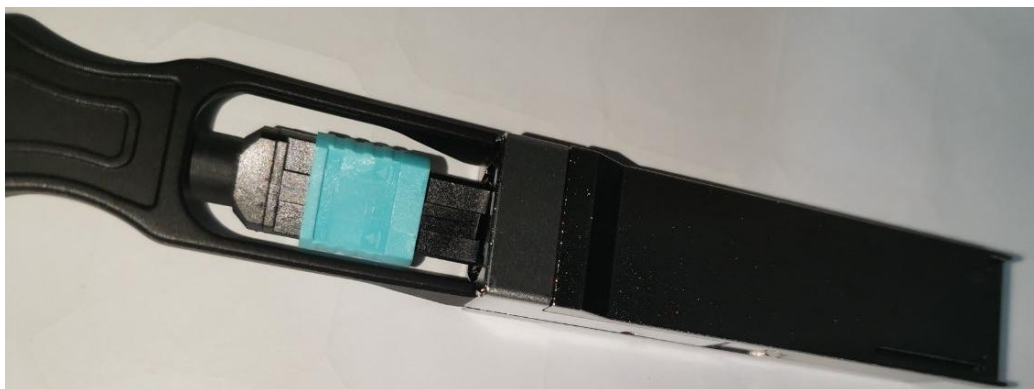
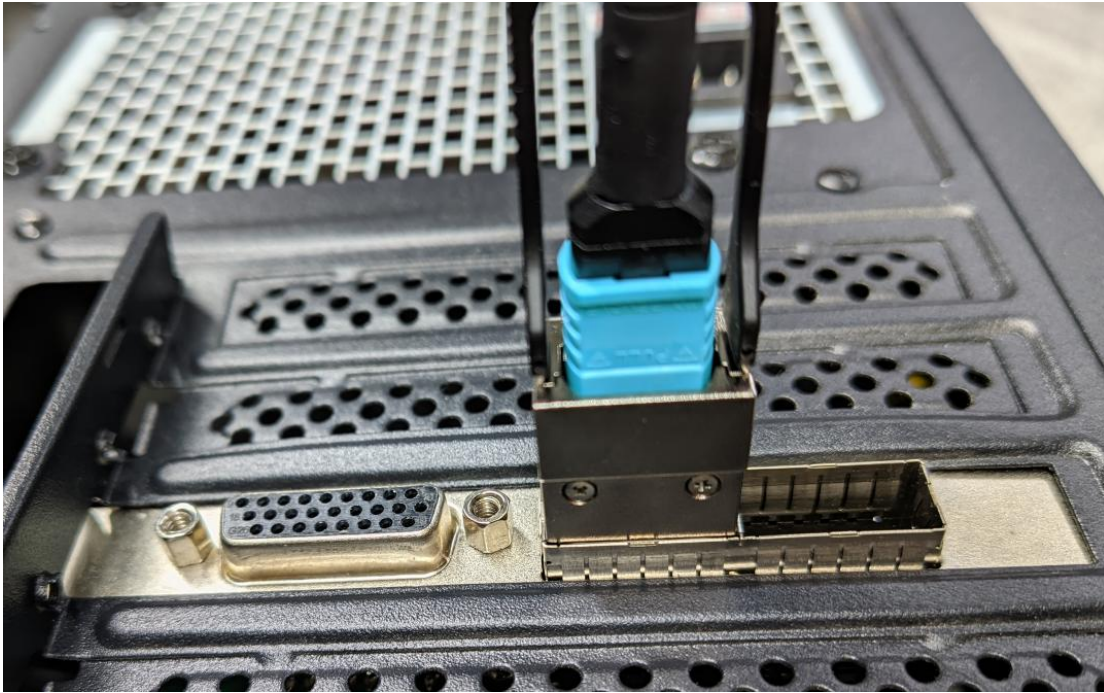

图 3-6 光纤与 QSFP+ 光模块连接
图 3-8 QSFP+ 光模块与 Samdhi 采集卡 QSFP+ 1 端口连接
- 2) 将安装好光纤线的 SFP+ 光模块插入采集卡接口中，安装时，光模块的金手指需要与采集卡的金手指接触，金手指方向如图 3-6 和图 3-7 所示。注意采集卡的接口顺序需要和光纤线编号对应如图 3-8 SFP+ 光模块与采集卡连接图 3-8 所示。